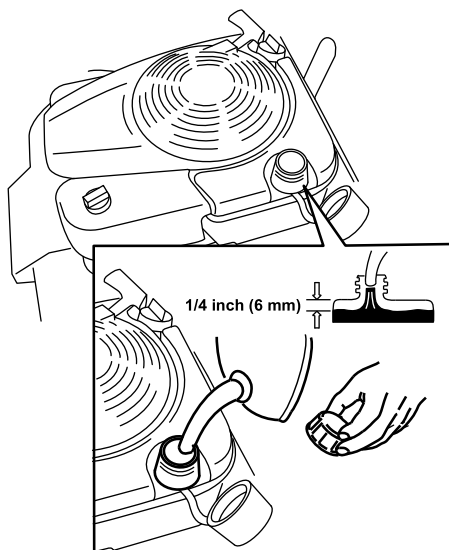

Figura 11
1. Limpie la zona alrededor del tapón del depósito de combustible y retire el tapón del depósito (Figura 11).
2. Llene el depósito, dejando un espacio libre de al menos 1/4 pulgada (6 mm) entre la gasolina y la parte inferior del tubo para permitir la dilatación de la gasolina (Figura 11).